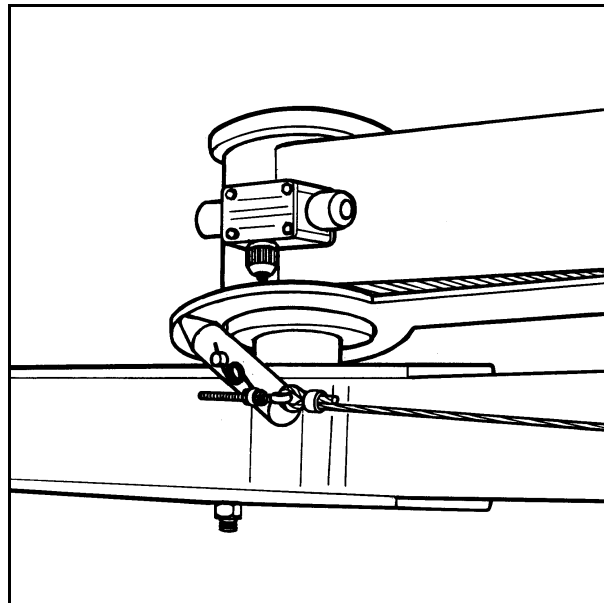

Fig. 5-2
- 5.4 Den består av en utløserbøyle som via en wire er forbundet med en fjærbelastet vippear, og som igjennom en glideplate aktiverer en liten elektrisk bryter. (Se fig. 5-2). Straks strømkretsen brytes, stenges oljestrømmen, og alle funksjoner stopper. Dette indikeres i styreboksens display ved at tre punkter tennes. (Se kapittel 7.1).